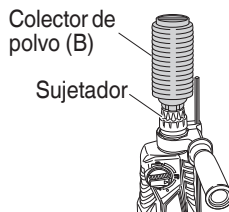

Fig. 5
7. Cuando instale la copa de polvo o el lector de polvo (B) (Accesorios facultativos)(Fig. 4, Fig. 5) Cuando emplee un martillo perforador para trabajos de taladrado hacia arriba, extraiga el adaptador de recolección de polvo e instale una copa de polvo o un colector de polvo (B) para recolectar las partículas a fin de facilitar la operación.
- Instalación del colector de polvo (B)
Para emplear el colector de polvo (B), insértelo desde la punta de la broca alineándolo con la ranura de la empuñadura. (Fig. 5)